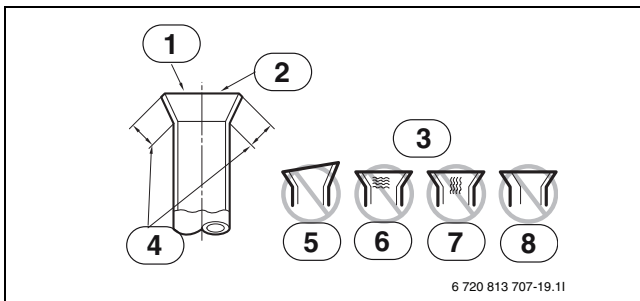

Рис. 20
- Сравните соединения отбортовкой с изображениями (→ рис. 20).